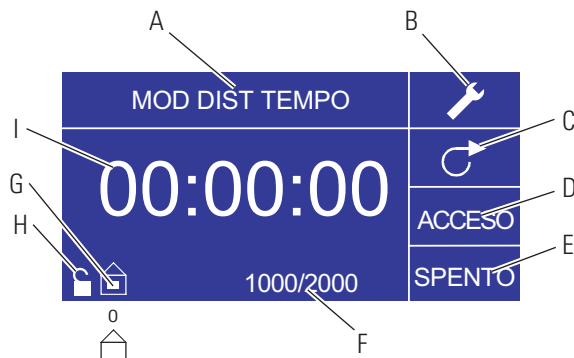

Figura 3-4. Schermata Modalità Distribuzione tempo
- I. **Tempo:** i numeri al centro indicano il tempo rimanente per l'azionamento nell'orario ON o OFF evidenziato a destra del display (posizione D o E, Figura 3-4).
6. **Impostazione Orario ON:** per impostare l'Orario ON, usare i tasti direzionali e il tasto INVIO per selezionare il campo ON (posizione D nella Figura 3-4). In questo modo, si evidenzia il timer al centro della schermata (posizione I nella Figura 3-4). Premendo nuovamente INVIO, è possibile impostare il timer usando le frecce SU/GIÙ. Passare da un numero all'altro usando le frecce SINISTRA/DESTRA. Una volta selezionato l'Orario ON ottimale, premere nuovamente INVIO per confermare. L'azionamento rimarrà in funzione per il periodo visualizzato al centro dello schermo.
7. **Impostazione Ora di arresto:** per impostare l'ora di ARRESTO, usare i tasti direzionali e il tasto INVIO per selezionare il campo Ora di arresto, (posizione E nella Figura 3-4). In questo modo, si evidenzia il timer al centro dello schermo (posizione I nella Figura 3-4). Premendo nuovamente INVIO, è possibile impostare il timer usando le frecce SU/GIÙ. Passare da un numero all'altro usando le frecce SINISTRA/DESTRA. Una volta selezionata l'Ora di arresto ottimale, premere nuovamente INVIO per confermare. L'azionamento rimarrà disattivato per il periodo visualizzato al centro dello schermo. **NOTA:** se l'Ora di arresto è impostata su 00:00:00, l'azionamento richiede **un'immissione AVVIO/ARRESTO** mediante il tastierino o il connettore I/O remoto per avviare la distribuzione successiva.
8. **Selezione Dimensione lotto:** prima di mettere in funzione l'azionamento agli orari AVVIO/ARRESTO selezionati, selezionare la dimensione del lotto da usare. A questo fine, usare i tasti direzionali e il tasto INVIO per selezionare l'icona BATCH (posizione F nella Figura 3-4). Nella schermata Conta del lotto, premere il tasto INVIO e usare le frecce SU/GIÙ sul tastierino direzionale per selezionare la dimensione del lotto desiderata. Passare da un numero all'altro usando le frecce SINISTRA/DESTRA. Premere nuovamente INVIO per confermare la dimensione del lotto selezionata. Se impostata su zero (0), l'azionamento rimane in funzione per un numero di cicli infinito e visualizza il simbolo ∞ . Usare il tastierino direzionale per selezionare USCITA e ritornare alla schermata d'uso della Modalità distribuzione tempo.
10. **Reimpostazione del lotto:** per reimpostare un lotto, usare i tasti direzionali e il tasto INVIO per selezionare l'icona BATCH (posizione F nella Figura 3-4). Nella schermata Conta del lotto, usare i tasti direzionali per selezionare REIMPOSTA e premere il tasto INVIO per reimpostare la conta del lotto, selezionare quindi USCITA per ritornare alla schermata d'uso della Modalità Distribuzione tempo principale.